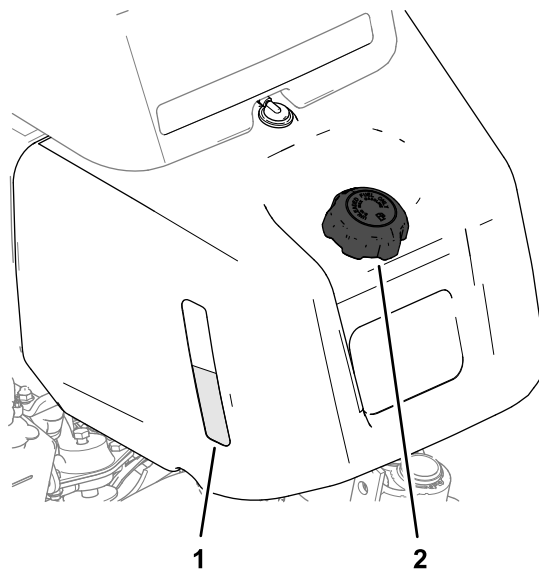
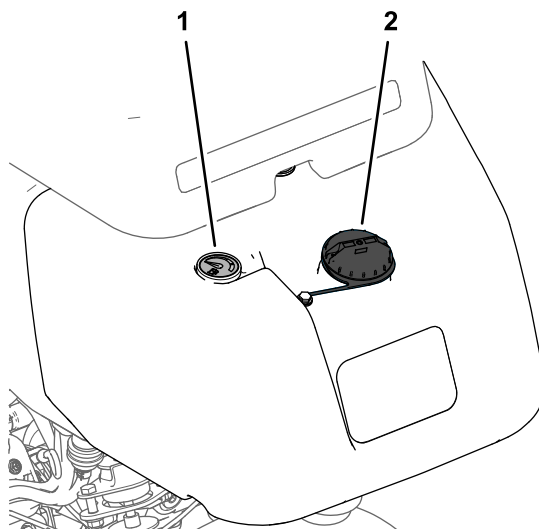

Figura 21
Figura 22
1. Pulite attorno al tappo del serbatoio del carburante e rimuovete il tappo (Figura 21 o Figura 22).